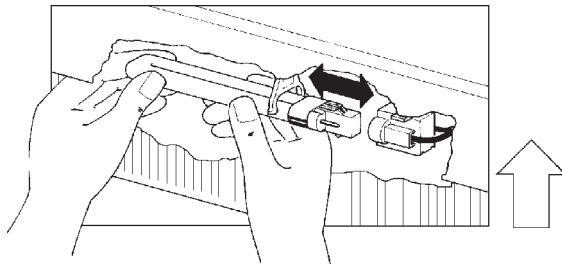

Fig. 32
- Segure a lâmpada na posição de montagem correta, como mostrado (Fig. 32) e empurre-a para a direita até encaixá-la no suporte.